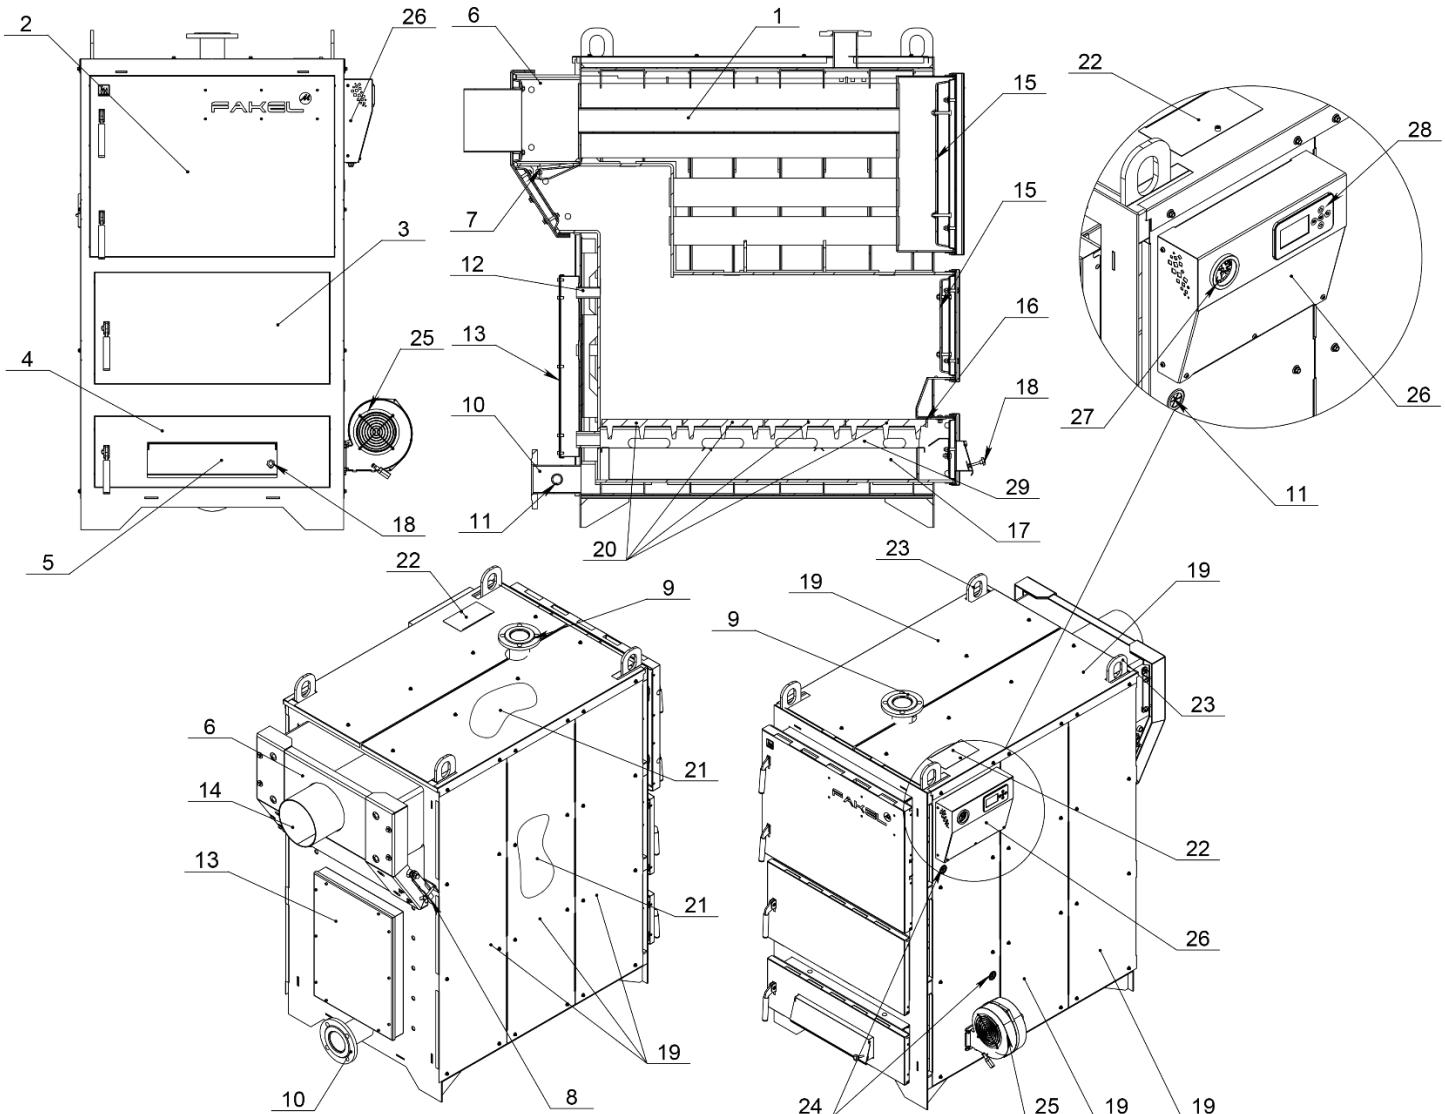
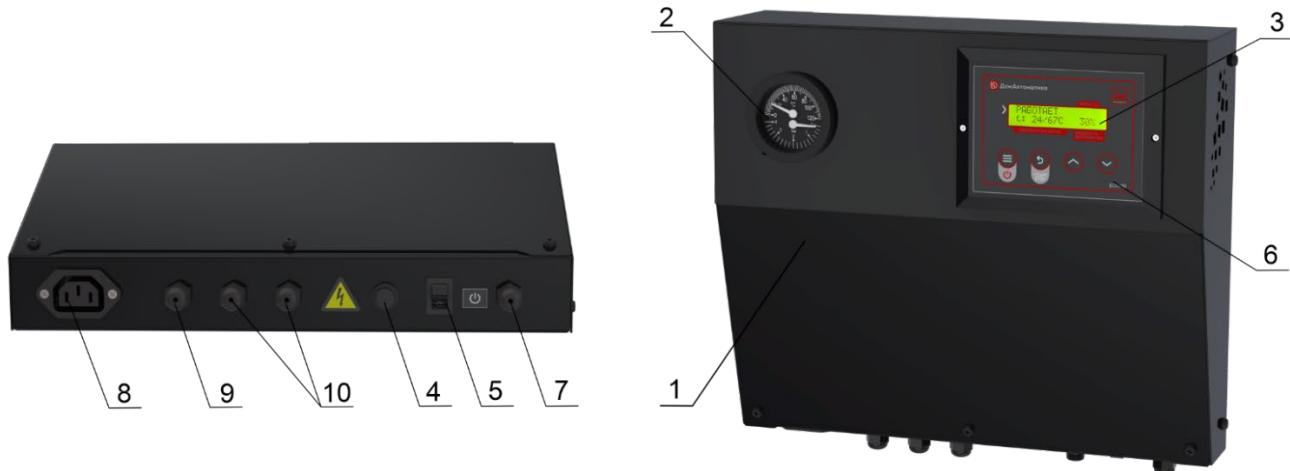

Рис. 1 Устройство котла FAKEL-M
Рис. 2 Панель управления котлом на базе контроллера Eco 100
Основой котла является его корпус. Основными элементами корпуса котла являются камера сгорания и горизонтальный жаротрубный теплообменник (рис.1 поз.1), состоящий из труб конвективного пакета. Камера сгорания котла выполнена в из стали толщиной 8 мм. Дымовые газы в котлах серии **FAKEL -M** совершают три хода, проходя по задней стенке котла, а затем по трубам теплообменника котла.
На лицевой части котла установлены загрузочная дверь (рис.1 поз.3), дверь обслуживания теплообменников (рис.1 поз.2) и дверца зольной камеры (рис.1 поз.4). Двери фиксируются с помощью ручек. На задней поверхности котла в зоне разворота топочных газов установлена камера дымовых газов (рис.1 поз.6).
ВНИМАНИЕ! Не допускается эксплуатация котла, с открытой дверцей чистки теплообменников (рис.1 поз.2). **В случае нарушений условий эксплуатации котла, рекламации не принимаются.**
На дверце зольной камеры располагается дверца ручной подачи первичного воздуха (рис.1 поз.5). с ручкой регулировки (рис.1 поз.18).
Пожаробезопасная зольная камера с вместительным зольным ящиком (рис.1 поз.17) удобна при чистке котла.
Наружные поверхности котла облицованы теплоизолирующим материалом (рис.1 поз.21), на основе базальтового волокна и защитно-декоративными панелями (рис.1 поз.19), которые предохраняют владельца котла от контакта с горячими поверхностями корпуса.
Загрузка и дозагрузка топлива в котел производится через загрузочную дверцу (рис.1 поз.3).
При растопке котла и чистке теплообменников предусмотрена заслонка (рис.1 поз.7). Благодаря такому конструктивному решению максимально снижена возможность попадания дыма в помещение, в котором установлен котел.
Патрубок подающей линии (рис.1 поз.9) расположен в верхней части котла, исключая тем самым скопление воздуха в корпусе котла. Патрубок обратной линия котла (рис.1 поз.10) и место установки сливного крана (рис.1 поз.11) расположены внизу котла на задней стенке.
Вентилятор наддува (рис.1 поз.25) создает избыточное давление под колосниковой зоной для улучшения процесса горения и подключается к котлу через фланец с правой стороны котла. Применение вентилятора наддува дает эффективное и более полное сжигание топлива, а также увеличение времени работы на одной загрузке топлива в котел.
Для повышения КПД, более экологического и чистого сжигания твердого топлива, в котлах предусмотрена система вторичной подачи воздуха в камеру сгорания через отдельные каналы воздуховода топки (рис.1 поз.12).
Температуру воды в котле показывает панель контроллера Eco 100 (рис.1 поз.26), установленная на котел.
Котлы **FAKEL-M** укомплектованы панелью (рис.2) под управлением контроллером Eco 100 (рис.1 поз.26), который регулирует работу вентилятора наддува котла (рис.2 поз.26) по схеме плавной модуляции (PID регулирование). Режим PID Регулирование (Режим AirFlow[©]) работает как с датчиком уходящих (дымовых) газов, так и без него.
Панель управления дополнительно оснащена дублирующим аналоговым термоманометром капиллярного типа (рис.1 поз.27).
Датчики контроллера и капиллярного термоманометра находятся в верней части корпуса котла и защищены съемной заслонкой (рис.1 поз.22).
- Открыть дверцу топки (рис.1 поз.3) и вынуть содержимое;
- Подсоединить к патрубку дымохода (рис.1 поз.6) дымовую трубу.